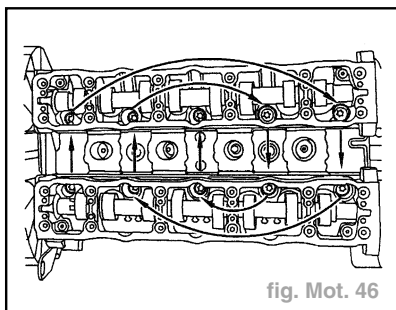

fig. Mot. 46
- Désaccoupler la durit d'aérotherme (17).
- Desserrer progressivement et en spirale les vis de culasse en commençant par l'extérieur (fig. Mot. 46).
- Désaccoupler la durit (13).
- le carter des bobines d'allumage (12).
- le support (10).
- les couvercles des chapeaux de paliers d'arbre à cames (11).